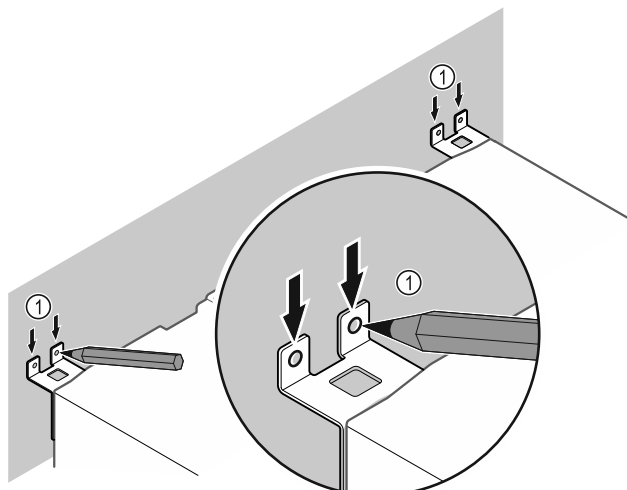

Fig. 68
- ▶ Сделайте метки на стене Fig. 68 (1).